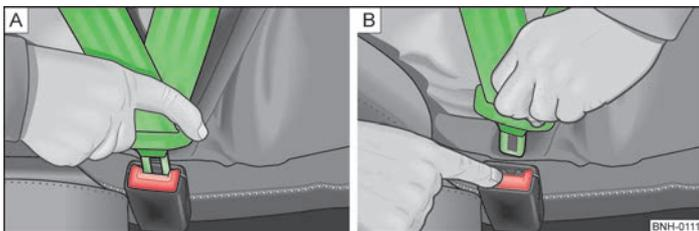

Abb. 138 Sicherheitsgurt anlegen / ablegen
- Die Schlosszunge in das zum Sitz gehörende Gurtschloss » Abb. 138 - **A** stecken, bis diese hörbar einrastet.
- Die rote Taste im Gurtschloss » Abb. 138 - **B** drücken, die Schlosszunge springt heraus.